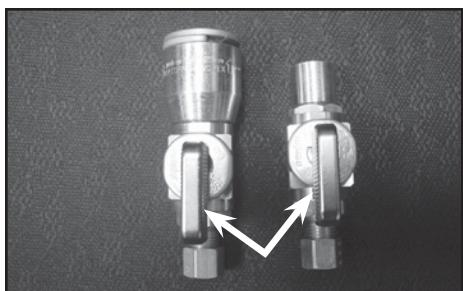
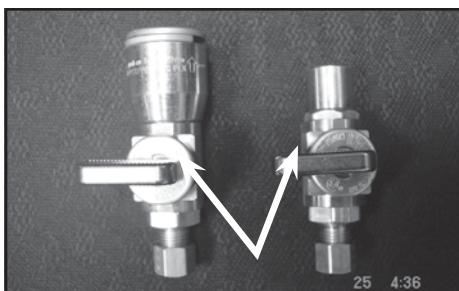

Fig. 1A (Robinet ouvert)
Fig. 1B (Robinet fermé)
- TUYAUX EN CUIVRE :** En vous servant de la toile d'émeri, nettoyez les deux extrémités des tuyaux en cuivre et appliquez le flux sur toutes les surfaces à braser, y compris l'intérieur du té. Suivez les instructions d'installation du fabricant livrées avec l'extrémité à souder mâle de $\frac{1}{2}$ po x robinet d'arrêt avec raccord à compression D.E. de $\frac{1}{4}$ po (B)
- TUYAUX FLEXIBLES :** Suivez les instructions d'installation du fabricant livrées avec le té Quick-Grip $\frac{1}{2}$ x $\frac{1}{2}$ x $\frac{1}{2}$ po (D) et le Quick-Grip $\frac{1}{2}$ po x l'extrémité à souder mâle de $\frac{1}{2}$ po x robinet d'arrêt avec raccord à compression D.E. de $\frac{1}{4}$ po (E)
- Fermez le robinet d'arrêt que vous venez d'installer (voir la Fig. 1A et la Fig. 1B) et lentement ouvrez à nouveau la conduite d'alimentation en eau froide. Vérifiez la présence de fuites potentielles. Si vous détectez des fuites, fermez immédiatement l'alimentation en eau et réparez les fuites. Si vous ne détectez aucune fuite, passez à l'étape 7.